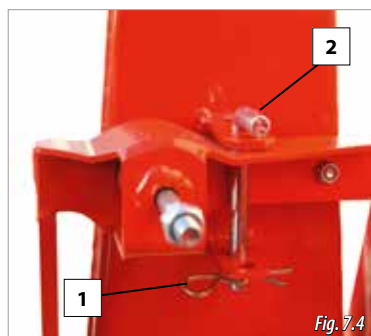

Fig. 7.4
- A. Puneți siguranța (2, Fig. 7.4) iar apoi să puneți boltul (1, Fig. 7.4).
- A. Puneți siguranța (2, Fig. 7.4) iar apoi să puneți bolțul (1, Fig. 7.4).